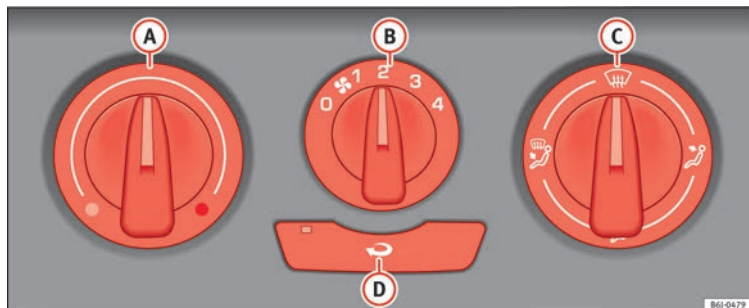

Abb. 125 Bedienelemente der Heizung in der Instrumententafel.
- Mit den Reglern **A** und **C** und dem Schalter **B** » **Abb. 125** stellen Sie die Temperatur, die Luftverteilung und die Gebläsestufen ein.